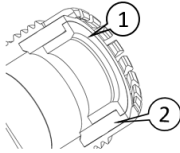

Fig. 9: Vælg den rigtige pakning
- 1 Vælg det rigtige pakningstilbehør. Kablets anbefalede udvendige diameter til pakningen (fig. 9 / pos. 1) er 20–24 mm. Kablets anbefalede udvendige diameter til tætningen (fig. 9 / pos. 2) er 24,5–30 mm.